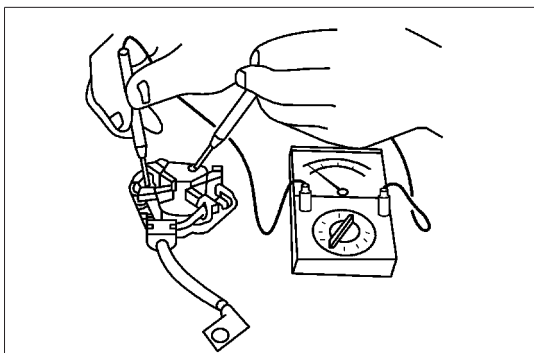

图 3-22 检查绝缘电刷和绝缘垫板的导通性
1) 如图 3-22 所示, 用万用表电阻档检查各个绝缘电刷和绝缘垫板的导通性。如果导通 (或电阻值很小), 则更换电刷架总成。